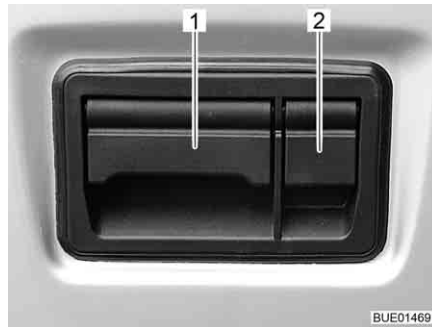

Bild 35 Lucklås baklucka, utvändigt
- Öppna skyddsluckan (Bild 35,2).
- Dra luckan (Bild 35,1) uppåt och öppna bakluckan.